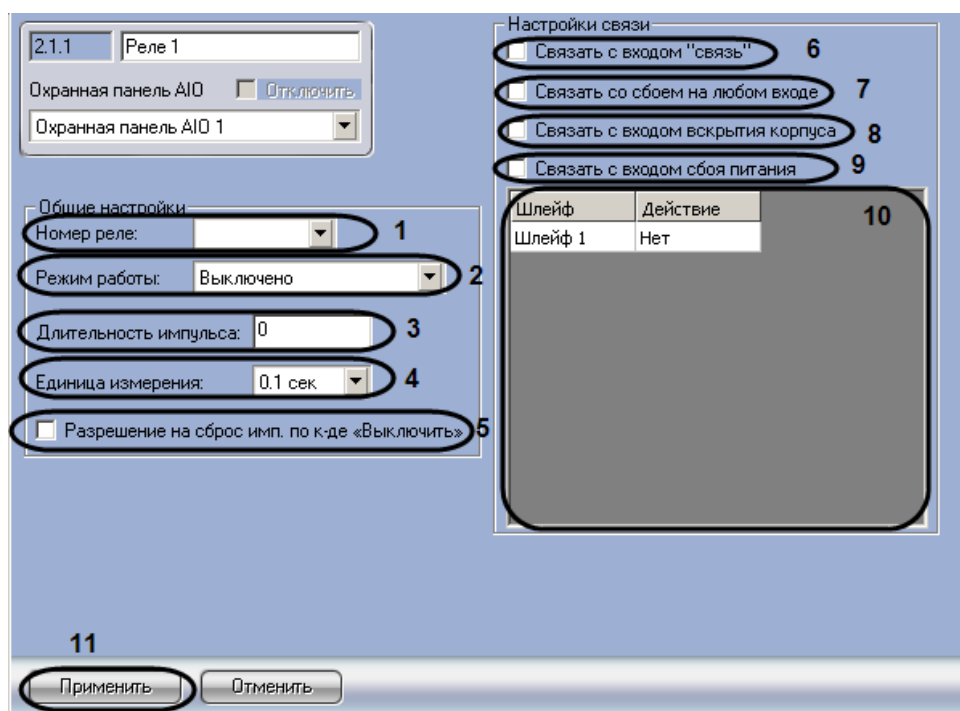

Рис. 3.5-6 Панель настроек объекта Реле
1. Перейти на панель настроек объекта **Реле** (Рис. 3.5-6).
2. Из раскрывающегося списка **Номер реле**: выбрать порядковый номер реле (см. Рис. 3.5-6, 1).
3. Из раскрывающегося списка **Режим работы**: выбрать режим работы реле (см. Рис. 3.5-6, 2, Таб. 3.5-2).
- 4.1 Из раскрывающегося списка **Единица измерения**: выбрать режим единицу измерения длительности импульса (см. Рис. 3.5-6, 4).
- 4.2 В поле **Длительности импульса** установить значение в выбранных единицах, определяющее длительность импульса (см. Рис. 3.5-6, 3).
5. Если необходимо включить возможность сброса импульса при смене режима работы на **Выключено**, установить флажок **Разрешение на сброс имп. по к-де «Выключить»** (см. Рис. 3.5-6, 5).
6. Установить флажок **Связать с входом «связь»**, если необходимо, чтобы реле реагировало на состояния входа **Связь** (см. Рис. 3.5-6, 6).
7. Установить флажок **Связать со сбоем на любом входе**, если необходимо, чтобы реле реагировало на сбой любого из входов (см. Рис. 3.5-6, 7).
8. Установить флажок **Связать с входом вскрытия корпуса**, если необходимо, чтобы реле реагировало на состояния корпуса охранной панели (см. Рис. 3.5-6, 8).
9. Установить флажок **Связать с входом сбоя питания**, если необходимо, чтобы реле реагировало на состояние питания охранной панели (см. Рис. 3.5-6, 9).
10. Настроить взаимодействие реле и шлейфов (см. Рис. 3.5-6, 10). В столбце **Действие** выбрать состояния шлейфов, при которых реле будет замыкаться (Таб. 3.5-3).
11. Для сохранения внесенных изменений необходимо нажать кнопку **Применить** (см. Рис. 3.5-6, 11).
7. Для сохранения внесенных изменений необходимо нажать кнопку **Применить** (см. Рис. 3.5-6, 11).